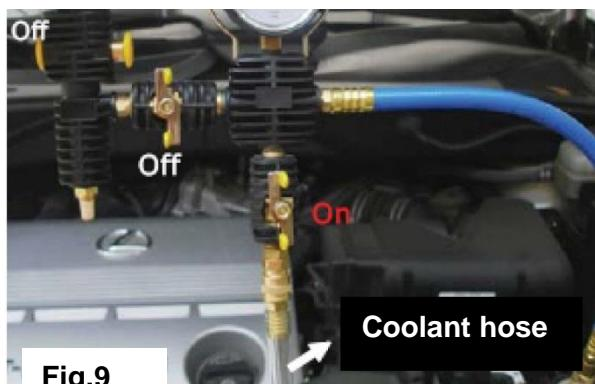

Fig.9
- 3.9 Schimbăți supapa 7 în poziția „ON“, lichidul de racire este aspirat din recipient (fig.9)